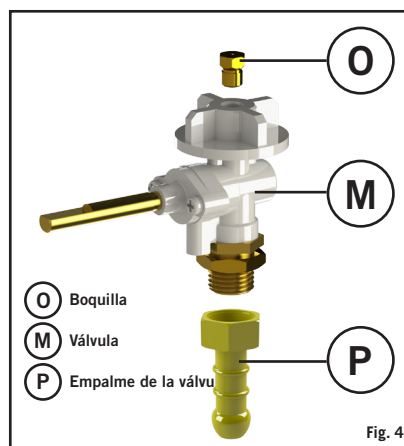

Fig. 4
- Atornille una manguera con los accesorios enroscados correctos a cada extremo en la rosca BSP de 1/4" BSP del lado izquierdo de la válvula (O) (Fig. 4). Adhiera un regulador de baja presión adecuado de 50 mbares en el otro extremo de la manguera. La manguera utilizada debe cumplir con la norma DIN 4815 parte 2 o equivalente.